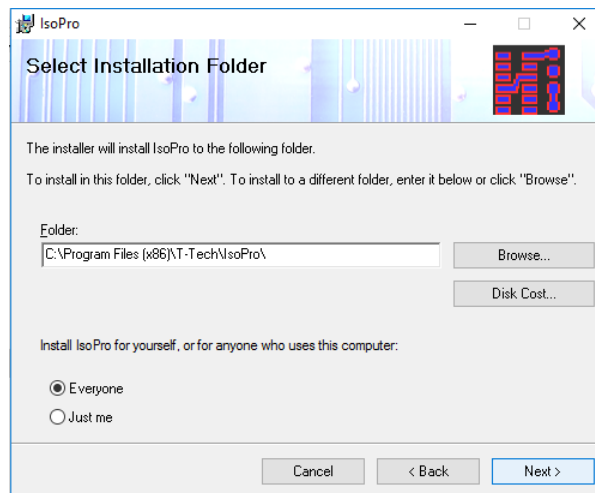

Figura 10. Lugar de instalación.
- ✓ Elige la ubicación de instalación del programa y siguiente (Next) ver figura 10.